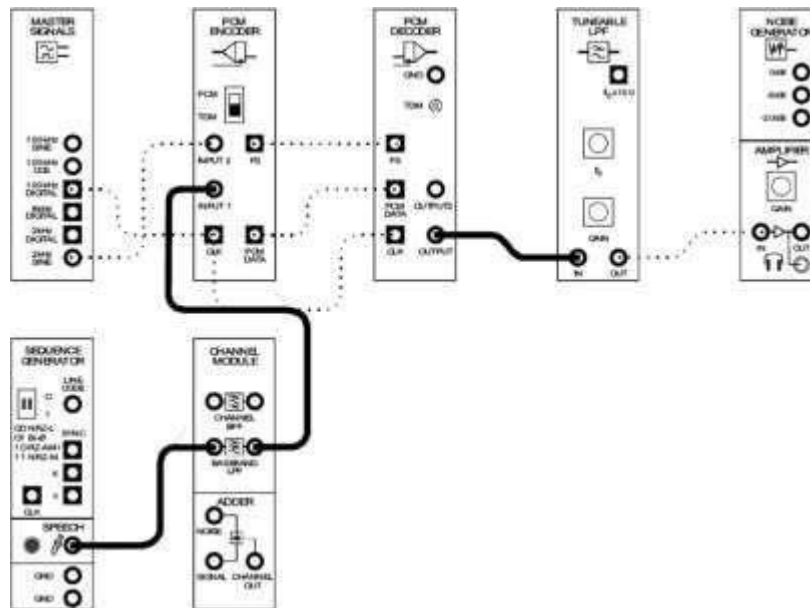

Figura 6.4
12. Cambie la onda senoidal del Generador de Funciones por la salida del módulo de voz, a través del CHANNEL MODULE en la conexión de BASEBAND LPF. Observe que la señal de voz es de banda limitada a 2KHz utilizando el módulo LPF banda base. Esto evita a los componentes de alta frecuencia de la señal de voz, la producción de aliasing dentro de la banda de paso del filtro de reconstrucción, (Figura 6.4).